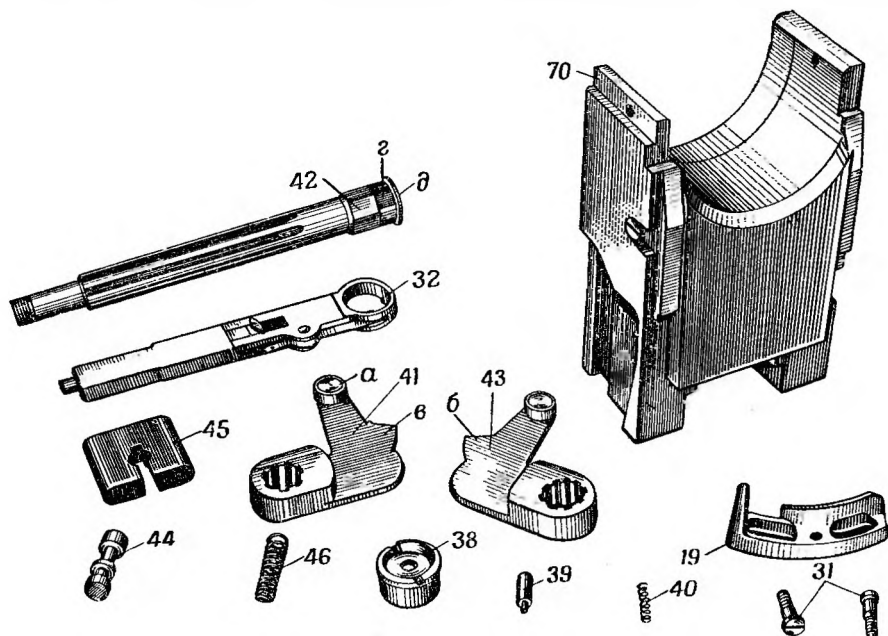

Рис. 15. Детали запирающего механизма:
Кривошипы имеют шлицы для соединения с осью 42 (рис. 15) кривошипов.
**Ось 42** (рис. 15) кривошипов гладкими шейками помещается в отверстиях казенника и в осевом направлении удерживается с одной стороны своим буртом, а с другой — гайкой 38 стопора.